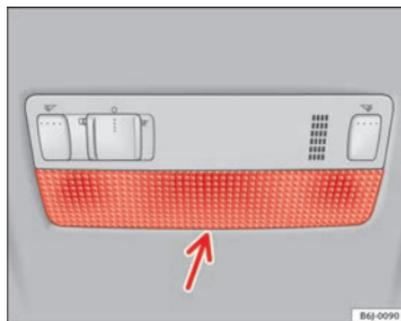

Fig. 170 Lampe de lecture avant
- Introduisez la partie plate d'un tournevis fin entre la carcasse et le verre ⇒ fig. 170.